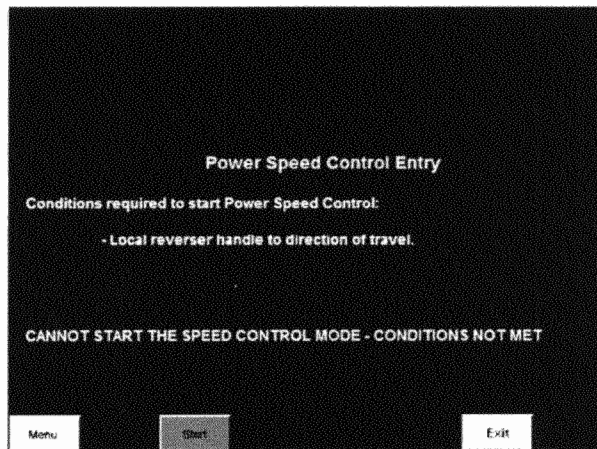

Figura 3-45. Condiciones para Iniciar el control de velocidad de potencia
6. Si no se cumple con las condiciones, como mover la manivela de reversa hacia Adelante o en Reversa, se resalta la condición que no se cumple en amarillo y aparece un mensaje indicando que no se cumplieron todas las condiciones de entrada. Consulte Figura 3-45 a continuación. Corrija las condiciones hasta que la opción START (INICIAR) esté disponible.
Nota: Si no se cumple con alguna de las condiciones de entrada, como mover la manivela de reversa hacia adelante o en reversa, se resalta la condición que no se cumple en amarillo y aparece un mensaje indicando que no se cumplieron todas las condiciones de entrada. El botón "Start (Iniciar)" no estará disponible hasta que se cumpla con todas las condiciones de entrada. Consulte Figura 3-45. Corrija las condiciones hasta que la opción "Iniciar" esté disponible.